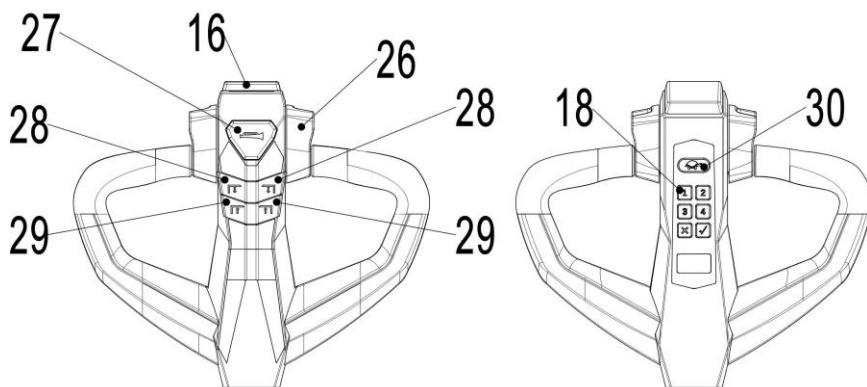
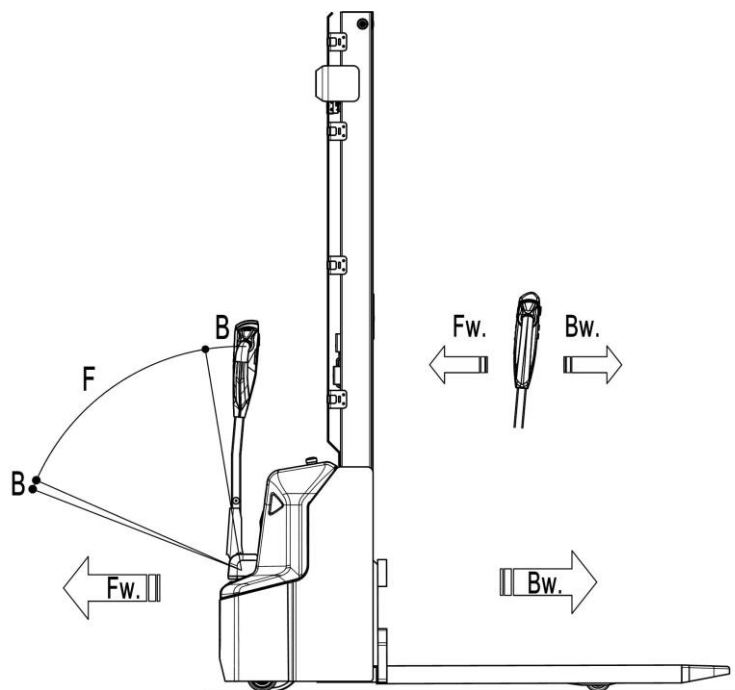

Рис. 7: Рукоятка управления
Рис. 11: Направления движения
Нажмите кнопку подачи звукового сигнала (рис. 7, поз. 22) для проверки работы предупреждающего сигнала.
Подведите штабелер с опущенными вилами под поддон полностью. Нажмите и удерживайте кнопку подъема (рис. 7, поз. 28) пока не достигните желаемой высоты подъема.
Если вилы штабелера находятся в стеллажном пространстве, необходимо осторожно отъехать от стеллажа с или без паллета. Во время движения необходимо удостовериться, что вилы не задевают стеллаж. Нажать и удерживать кнопку снижения (рис. 7, поз. 29). Опускать груз, пока вилы не освободятся от паллета, затем аккуратно отъехать от груза.
После того, как введен ПИН-код или использована карточка доступа, и аварийная кнопка вытянута, переведите ручку управления в рабочее положение («F», рис.11).
Отклоните маховики управления в нужном направлении «вперед» («Fw», рис. 11) или «назад» («Bw», рис. 11).
Контролируйте скорость передвижения при помощи маховиков (рис. 7, поз. 26) для достижения требуемой скорости.
На штабелере имеется кнопка замедленного ("черепашьего") хода для передвижения с пониженной скоростью. Нажмите кнопку замедленного хода (рис. 7, поз. 30) один раз, чтобы включить режим, поверните акселератор для движения на медленной скорости, и нажмите кнопку замедленного хода повторно, чтобы восстановить исходное состояние.
Нажмите кнопку замедленного хода (рис. 7, поз. 30) и удерживайте ее в течение 2 секунд, чтобы активировать функцию движения с ручкой управления, расположенной в вертикальном положении, при работе в ограниченном пространстве. Функция активна только при нажатой кнопке замедленного хода (для снижения скорости); отпускание кнопки замедленного хода приведет к немедленной остановке. Задействование маховиков управления в течение промежутка времени менее двух секунд после нажатия кнопки замедленного хода не приведет к активации функции, цикл активации необходимо повторить с самого начала. Маховики управления должны оставаться в нейтральном положении до истечения двух секунд.
- Переключение маховиков управления (рис. 7, поз. 26) обратно в начальное положение или освобождение маховиков активирует систему торможения. Штабелер тормозит до полной остановки.
- При переключении маховиков управления (рис. 7, поз. 26) из положения «движение в одном направлении» в положение «движение в противоположном направлении», штабелер постепенно тормозит, пока не начнет движение в противоположном направлении.
- Штабелер тормозит, если ручку управления перевести в верхнее или нижнее положение к точкам торможения («В», рис. 11). При отпуске рукоятки управления автоматически возвращается в верхнее положение к точке торможения («В», рис. 11). Штабелер будет тормозить, пока не остановится.
- Кнопка противоотката (безопасности) (рис. 7, поз. 16) защищает оператора от получения повреждений и травм. Если эта кнопка включена, штабелер тормозит и начинает движение в противоположном направлении («Вw», рис. 11) на небольшое расстояние и останавливается. Необходимо помнить, что эта кнопка действует, даже если штабелер не едет, но ручка управления находится в рабочем положении.